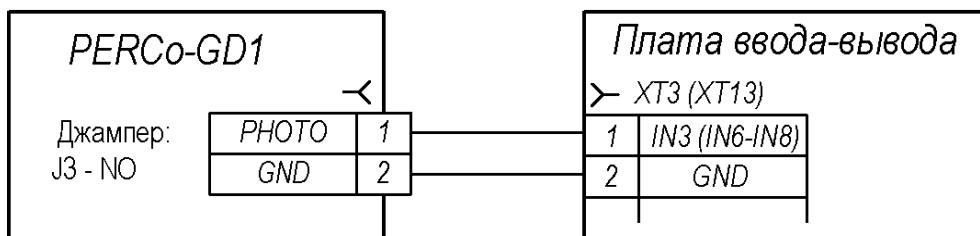

Рисунок 9. Пример схемы подключения фотоэлемента
Приемник фотоэлемента подключается к плате ввода-вывода (27) согласно схеме, представленной на рис. 9. Инструкцию по установке передатчика фотоэлемента см. в эксплуатационной документации на фотоэлемент. Для питания фотоэлементов необходимо использовать отдельный блок питания или батареи.